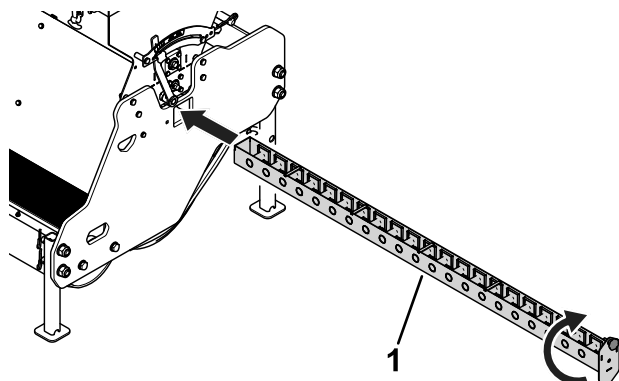

Figura 12
4. Gire la bandeja de las semillas 90° e introdúzcala de nuevo en la máquina (**Figura 12**).